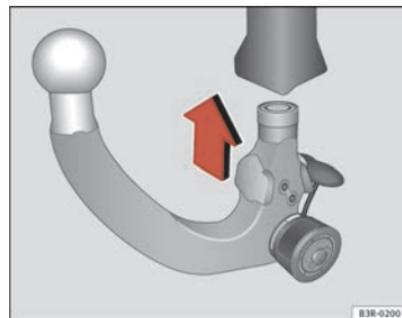

Fig. 156 Dispositif d'attelage amovible : mise en place de la boule d'attelage
- Introduisez la boule d'attelage précontrainte dans le tube de fixation et poussez-la vers le haut ⇒ page 213, fig. 156, dans le sens de la flèche ⇒ ⚠. Le processus de blocage s'effectue automatiquement. À ce moment, le clipsage doit être nettement audible.